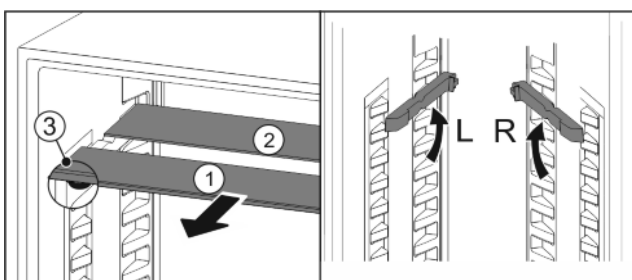

Fig. 20
- ▶ Træk glaspladerne ud enkeltvis fremad Fig. 20 (1).
- ▷ Glaspladen Fig. 20 (1) med udtræksstoppene er foran.
- ▷ Stoppene vender nedad Fig. 20 (3).